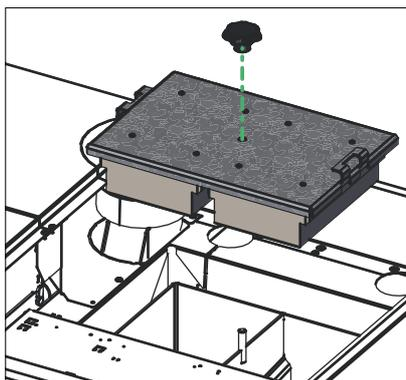

Fig. 48 Dévisser le raccord fileté et retirer le couvercle
- ▶ Tourner le raccord fileté du couvercle et le retirer – Fig. 48.